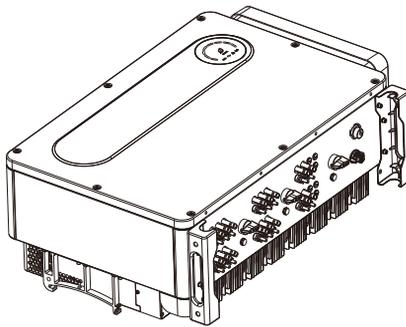

Fig 5.8
- 1> Como se muestra en la Fig. 5.8, se requieren de 4 a 6 personas para levantar el inversor fuera del paquete y colocarlo en la posición de instalación